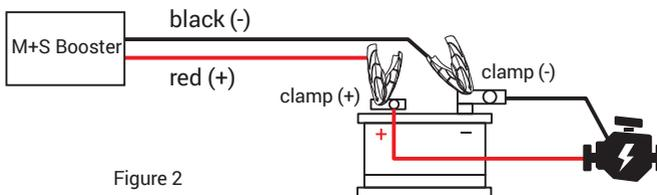

Figure 2
3. Drücken Sie die Taste ON/OFF. Der M+S Booster beginnt sich an der schwachen Batterie aufzuladen. Im Display sehen sie den Ladezustand in Prozent. (Fig. 2)